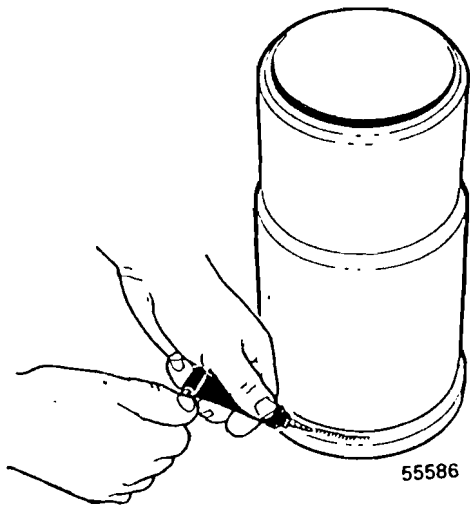

Fig. 106
- 33 Aplicar un cordón uniforme de no más de 0,8 mm de espesor de sellador en la camisa, ver fig. 106.